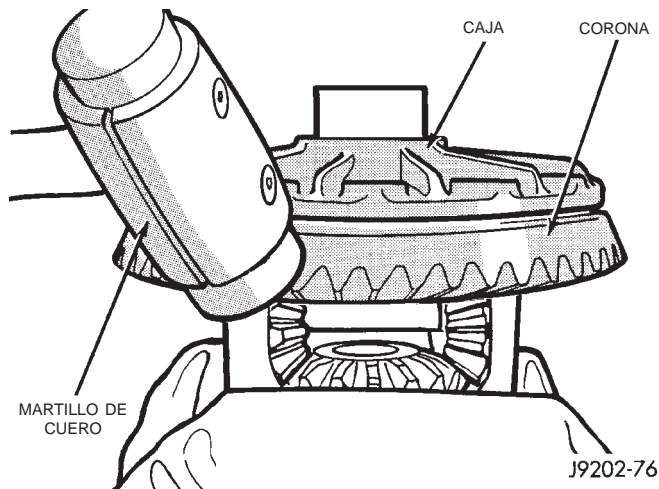

Fig. 48 Desmontaje de la corona
- (1) Retire el diferencial de la caja del eje.
- (2) Coloque la caja del diferencial en una mordaza adecuada con mandíbulas protectoras de metal blando. (Fig. 48).
- (3) Retire los pernos que sostienen la corona a la caja del diferencial.
- (4) Retire la corona de la caja del diferencial con un martillo blando (Fig. 48).